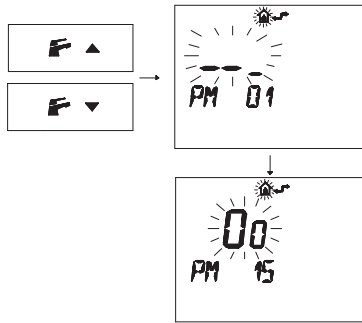

Figura 5.33
- Premere i pulsanti **F** o **F** per visualizzare la programmazione "**PM15**" abilitazione della sonda esterna (Figura 5.33).